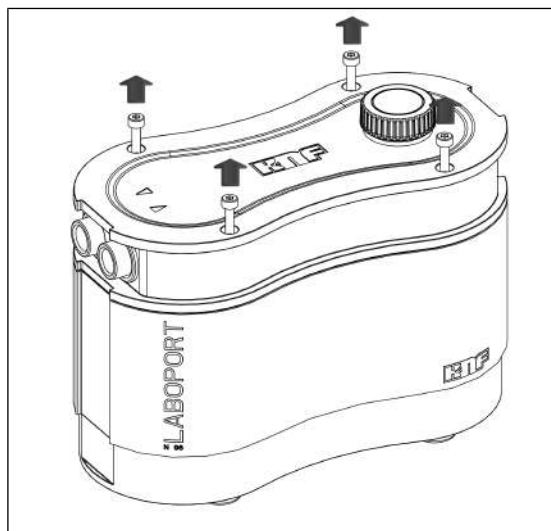

Рис. 8: Извлечение винтов корпуса
1. Открутите четыре винта корпуса (Рис. 7/1) и выньте их из крышки корпуса (2) (см. Рис. 8).